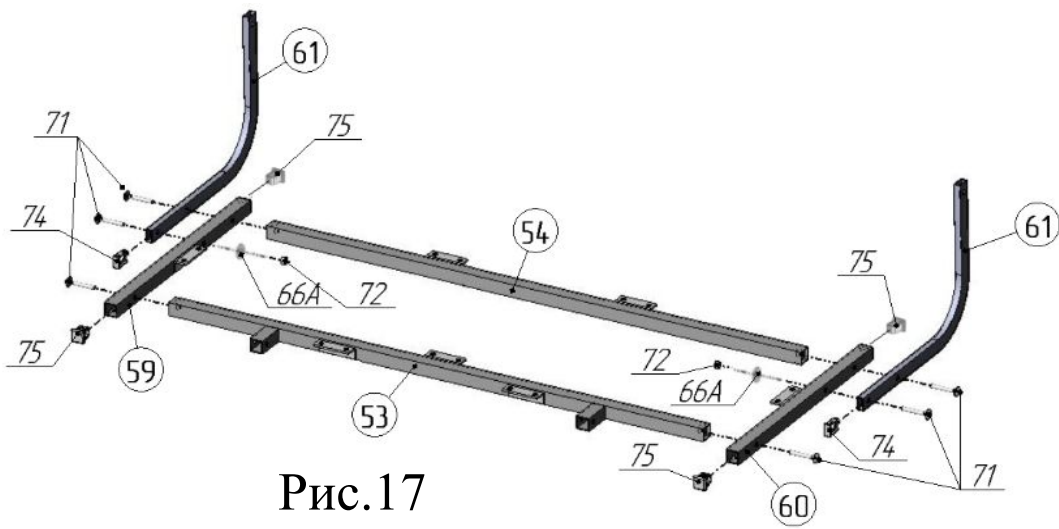

Рис.17
19. В тяги-уголки поз.61 вставить заглушки 10x20 поз.74 (рис.17). К штангам поз.53,54 присоединить штанги поз.59,60, тяги-уголки поз.61, используя винты М6х40 поз.71,
в соответствии с рисунком 17. В двух местах соединить штанги поз.59,60 с тягами-уголками поз.61, используя гайки М6 со стопорным кольцом поз.72, винты М6х40 поз. 71, шайбы $\phi 6 \times 18$ стальные поз.66А. В торцы штанг поз.59,60 вставить заглушки 20x20 поз.75 (рис.17).